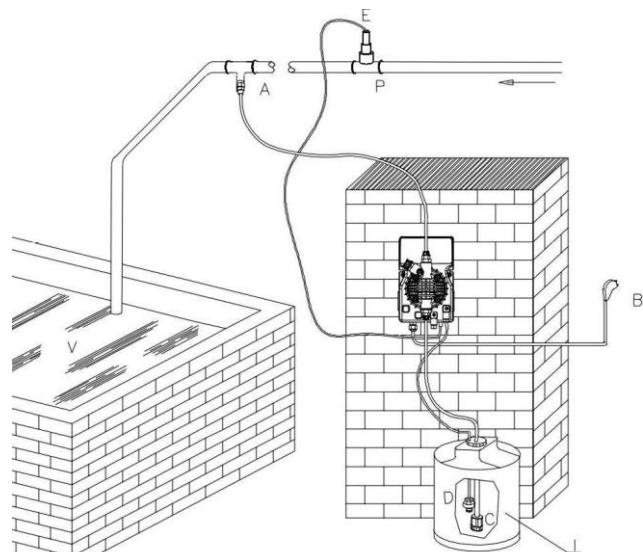

Рис. 12
6.2. ЗВИЧАЙНИЙ ВАРИАНТ ВСТАНОВЛЕННЯ (Рис.12)